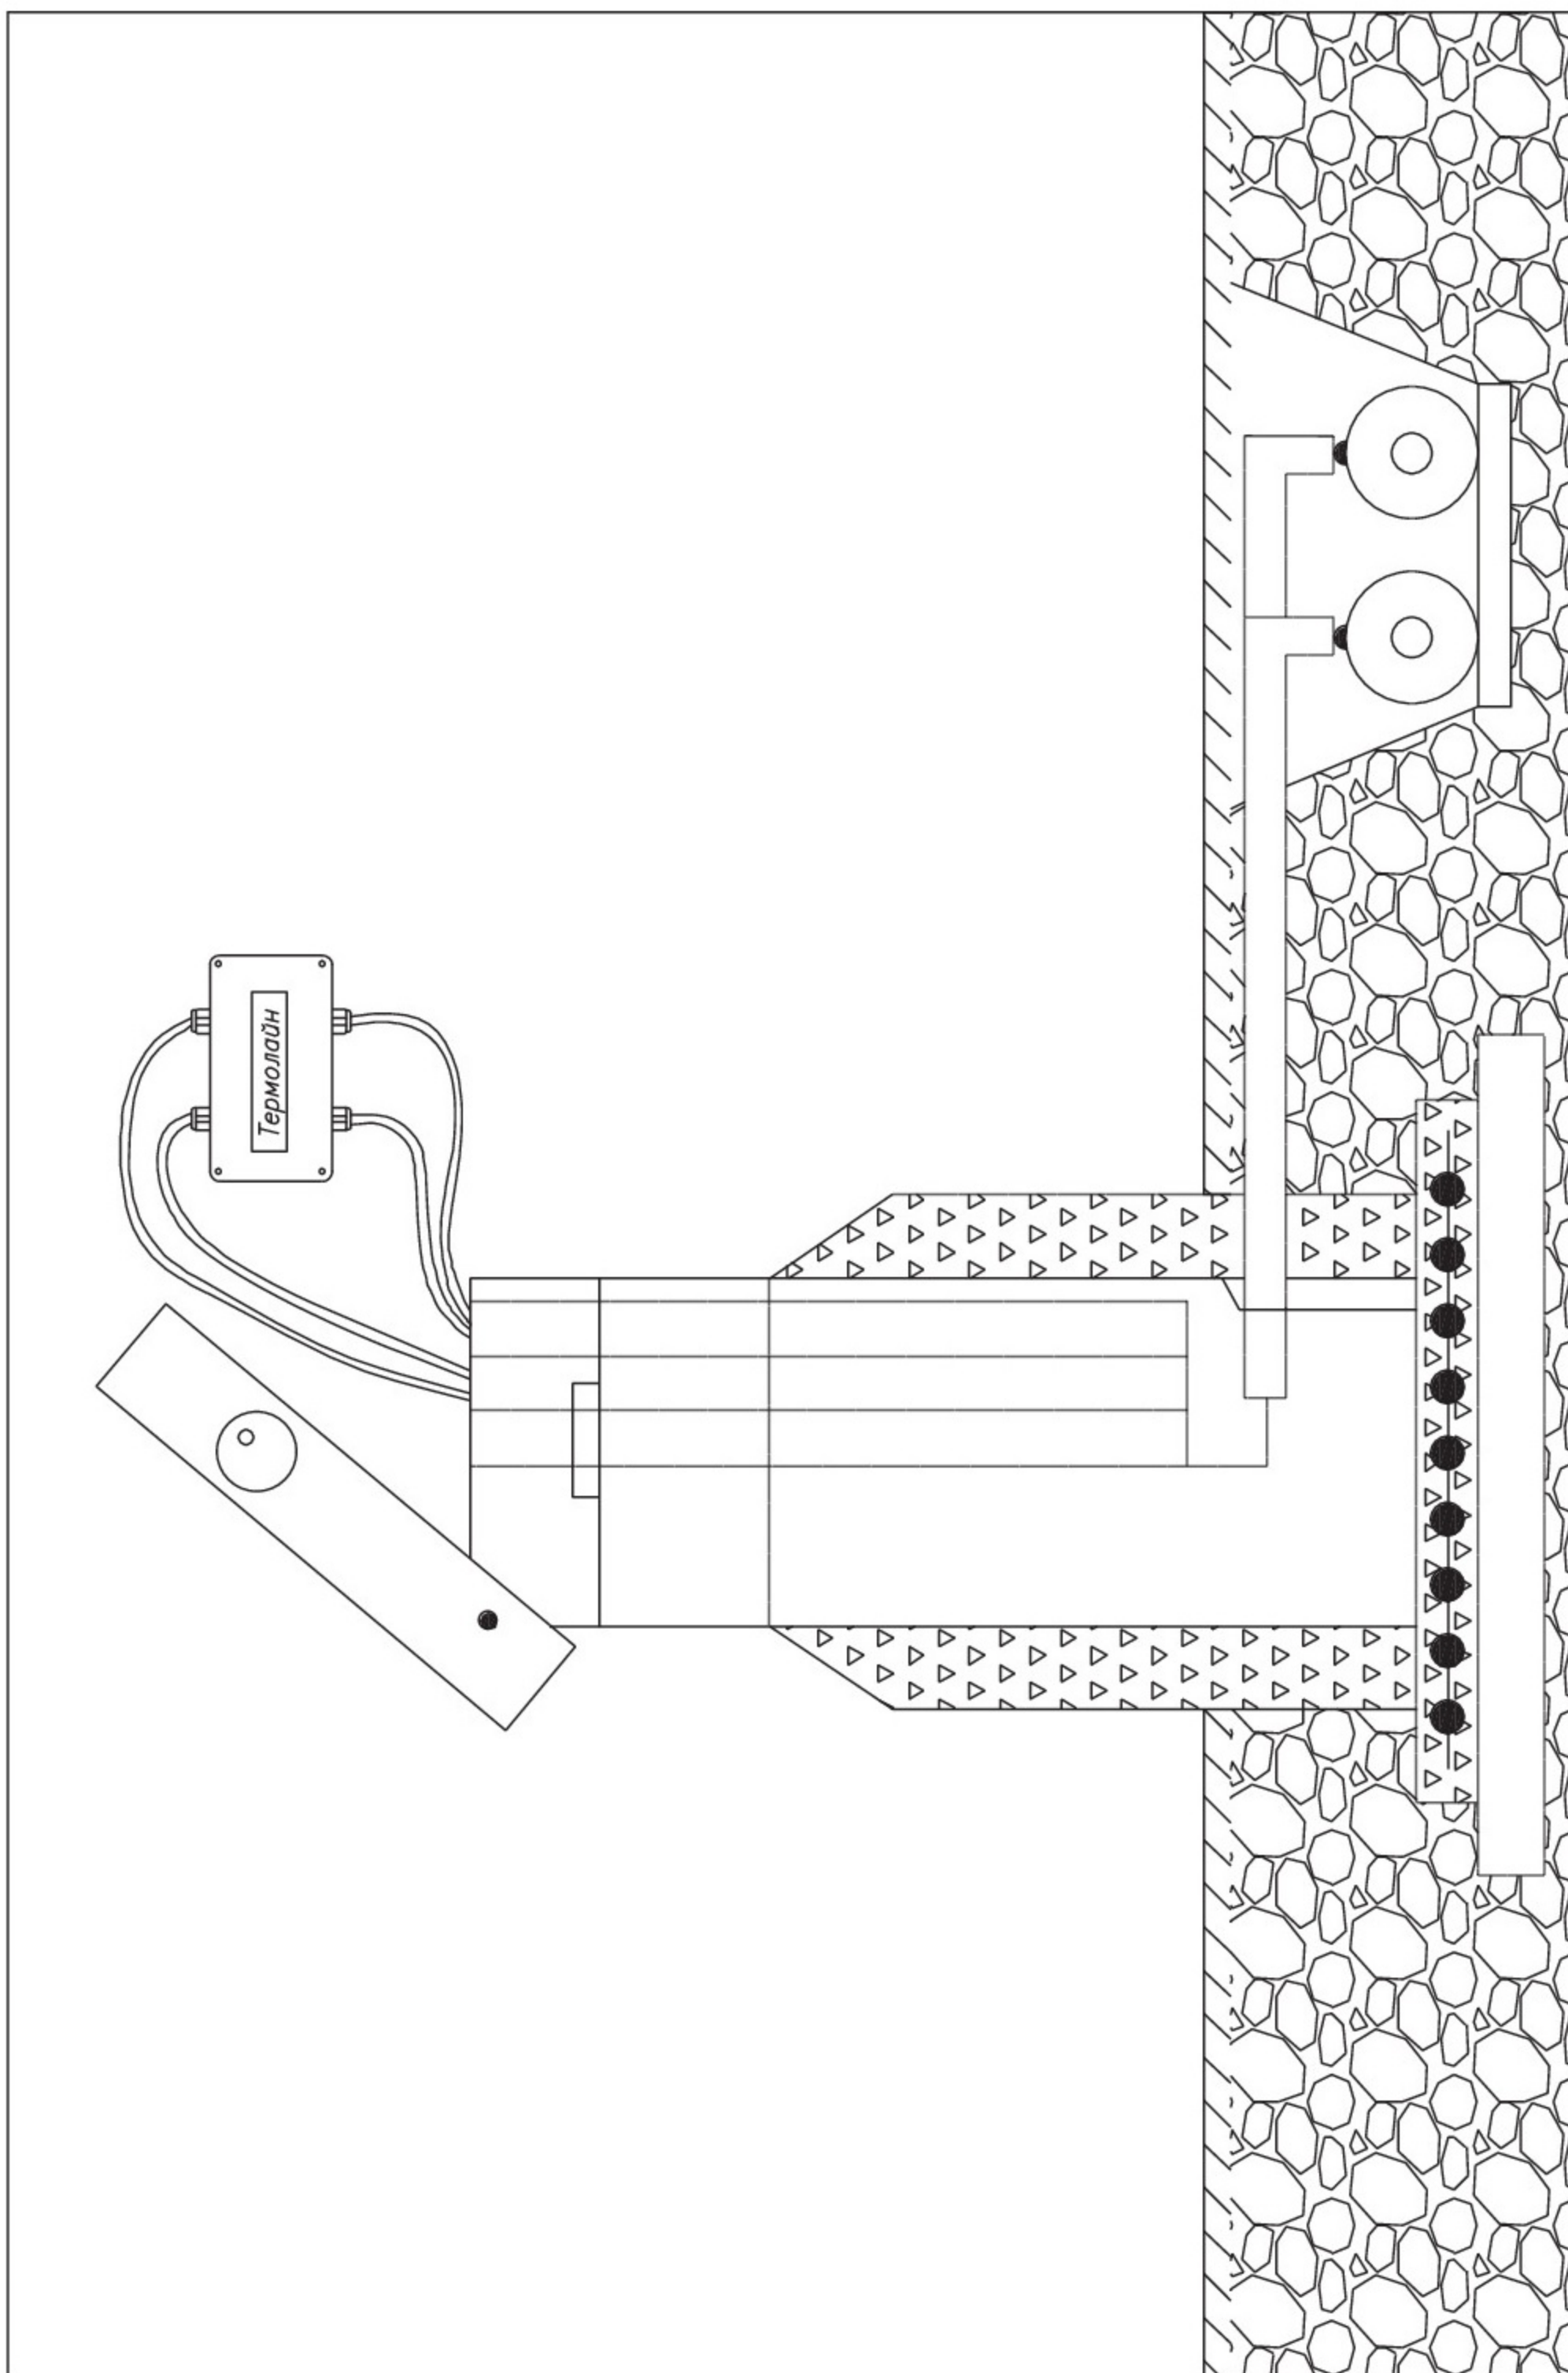

Рис. 12 Установка терминала в наземном ковре
17. При установке терминала в ковре (**Рис. 12**) пункты с **11** по **13** не выполнять.